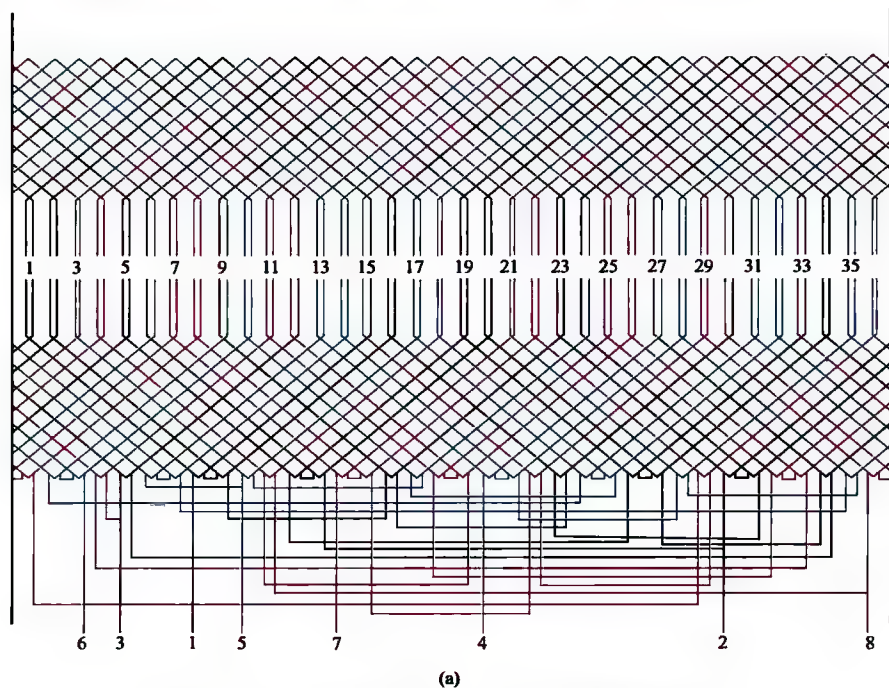

图 2-17 36 槽 8/2 极、Y/2 Δ 接法绕组 (一)
17. 36 槽 8/2 极、Y/2 Δ 接法绕组展开图、接线圆图与接线简图 (3) (见图 2-17)